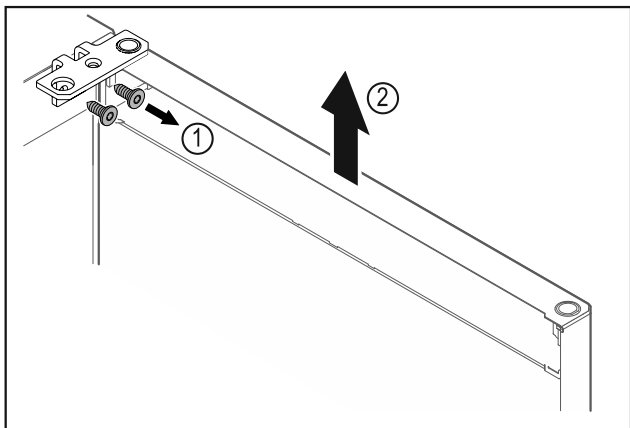

Fig. 9
- ▶ Развинтете ъгъла на пантата Fig. 9 (1).
- ▶ Повдигнете вратата заедно с ъгъла на пантата Fig. 9 (2) приблизително 200 mm право нагоре и я свалете.